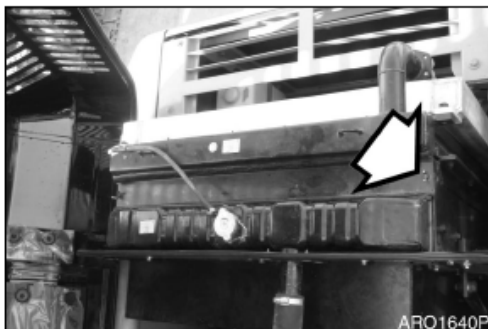

Figura 60
3. Retire las tuercas de mariposa y la placa (Figura 60) entre el radiador y el refrigerante de aceite.